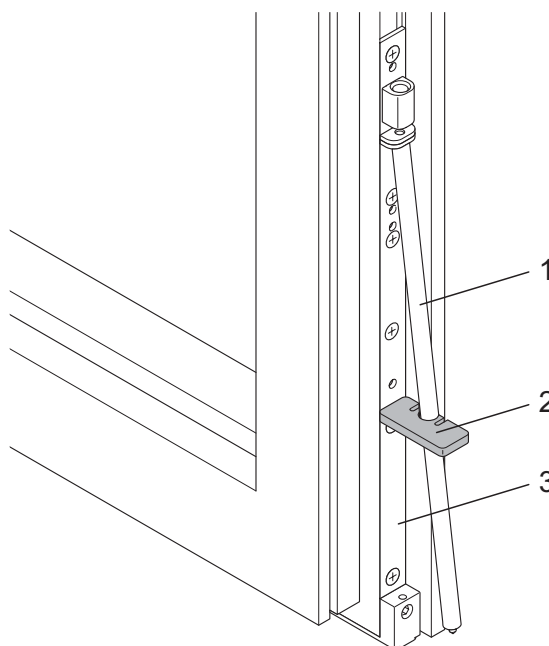

Bild 1: Eihängehilfe
Siehe (Bild 1):
6. Einhängevorrichtung (vgl. vorherige Seite, Bild 1, 2) von der Flügellagerschiene entfernen.